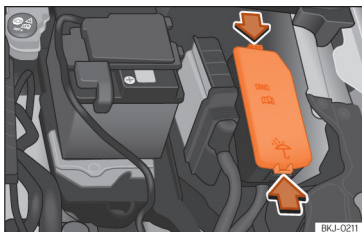

Fig. 161 No compartimento do motor: tampa da caixa de fusíveis.
- Pressione as patilhas de bloqueio para desbloquear a tampa da caixa de fusíveis >>> Fig. 161.